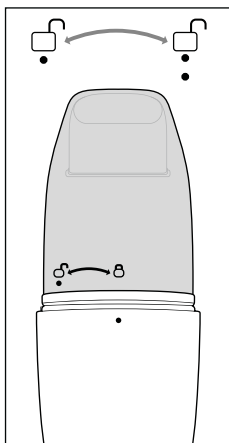

Fig. 6
1. Quando si apre il contenitore di raccolta dello sporco ❸ prestare attenzione ai segni ● sotto il simbolo □ del contenitore di raccolta dello sporco ❸ e sul bordo dell'apparecchio. Sostenere l'apparecchio dall'impugnatura ❹ e ruotare il contenitore di raccolta dello sporco ❸ fino a far coincidere i due segni (vedere fig. 6).
6. Riapplicare il contenitore di raccolta dello sporco **3** all'apparecchio. Nel farlo, assicurarsi che i due segni ● sotto il simbolo  del contenitore di raccolta dello sporco **3** e sul bordo dell'apparecchio coincidano (vedere fig. 6). Ruotare il contenitore di raccolta dello sporco **3** finché il segno ● sul bordo dell'apparecchio non viene a trovarsi sotto il simbolo  del contenitore di raccolta dello sporco **3** e il contenitore di raccolta dello sporco **3** non s'innesta con uno scatto nell'apparecchio.
7. Riapplicare il contenitore di raccolta dello sporco **3** all'apparecchio. Nel farlo, assicurarsi che i due segni ● sotto il simbolo  del contenitore di raccolta dello sporco **3** e sul bordo dell'apparecchio coincidano (vedere fig. 6). Ruotare il contenitore di raccolta dello sporco **3** finché il segno ● sul bordo dell'apparecchio non viene a trovarsi sotto il simbolo  del contenitore di raccolta dello sporco **3** e il contenitore di raccolta dello sporco **3** non s'innesta con uno scatto nell'apparecchio.